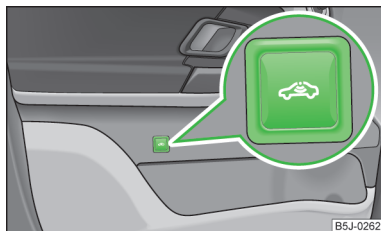

Fig. 34
- Apăsați tasta simbol  » fig. 34 din portiera șoferului.